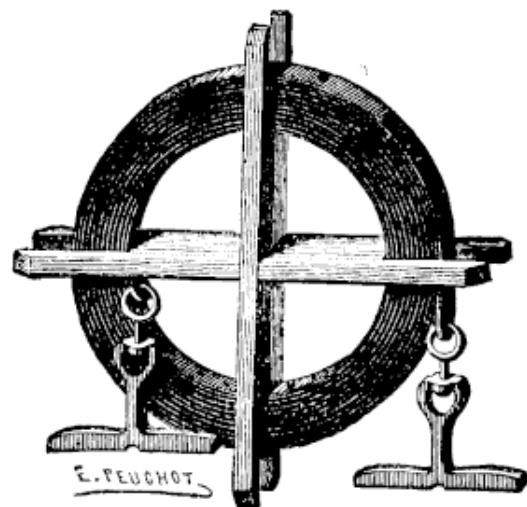

Fig. 18
18. Décamètre ou Mesure à ruban acier , de 16 millimètres de largeur, sur croisillon, poignées rondes articulées ou ovales ou T droites (fig. 18), de 10 mètres	12 "